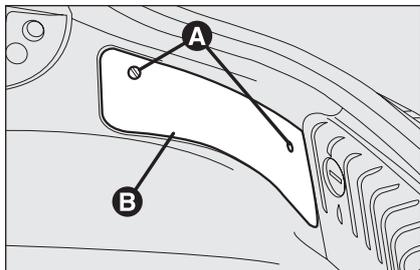

fig. 30
Per accedere a tutte le lampade sopraelencate occorre aprire il bagagliaio, agire sui dispositivi **A-fig. 30** e rimuovere lo sportello **B**.
- aprire il bagagliaio e lo sportello come precedentemente indicato (vedere **fig. 30**);